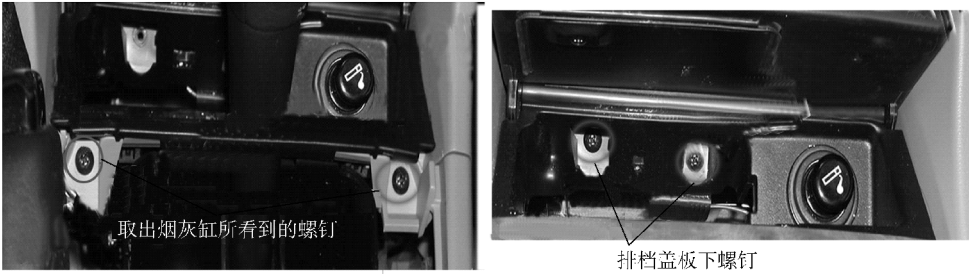

图 5-6 拆卸烟灰缸与点烟器
2) 拆除烟灰缸和点烟器。取出烟灰缸托盘即能看到两颗固定螺钉，用十字螺钉旋具将其拧下；再拧下排挡盖板下两颗固定螺钉；然后用力向上拉出，使固定烟灰缸的两个卡子脱出；最后卸下烟灰缸（注意连接上面的连线插头和灯），如图 5-6 所示。